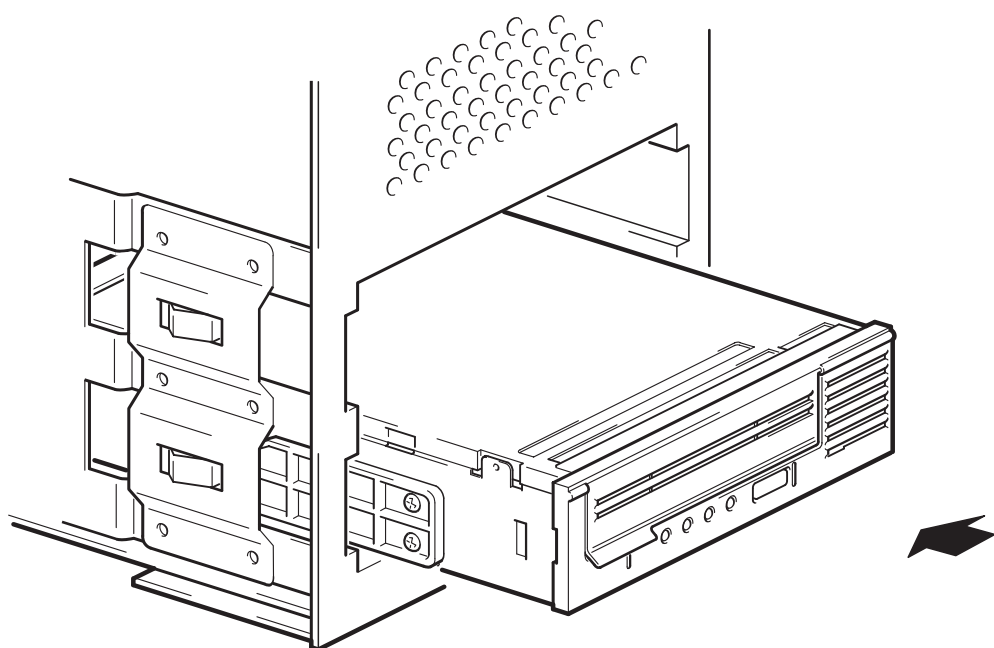

Рис. 6. Установка стримера
- 1 Вставьте стример в свободный отсек, выровняв лоток или полозья относительно направляющих (см. Рис. 6).